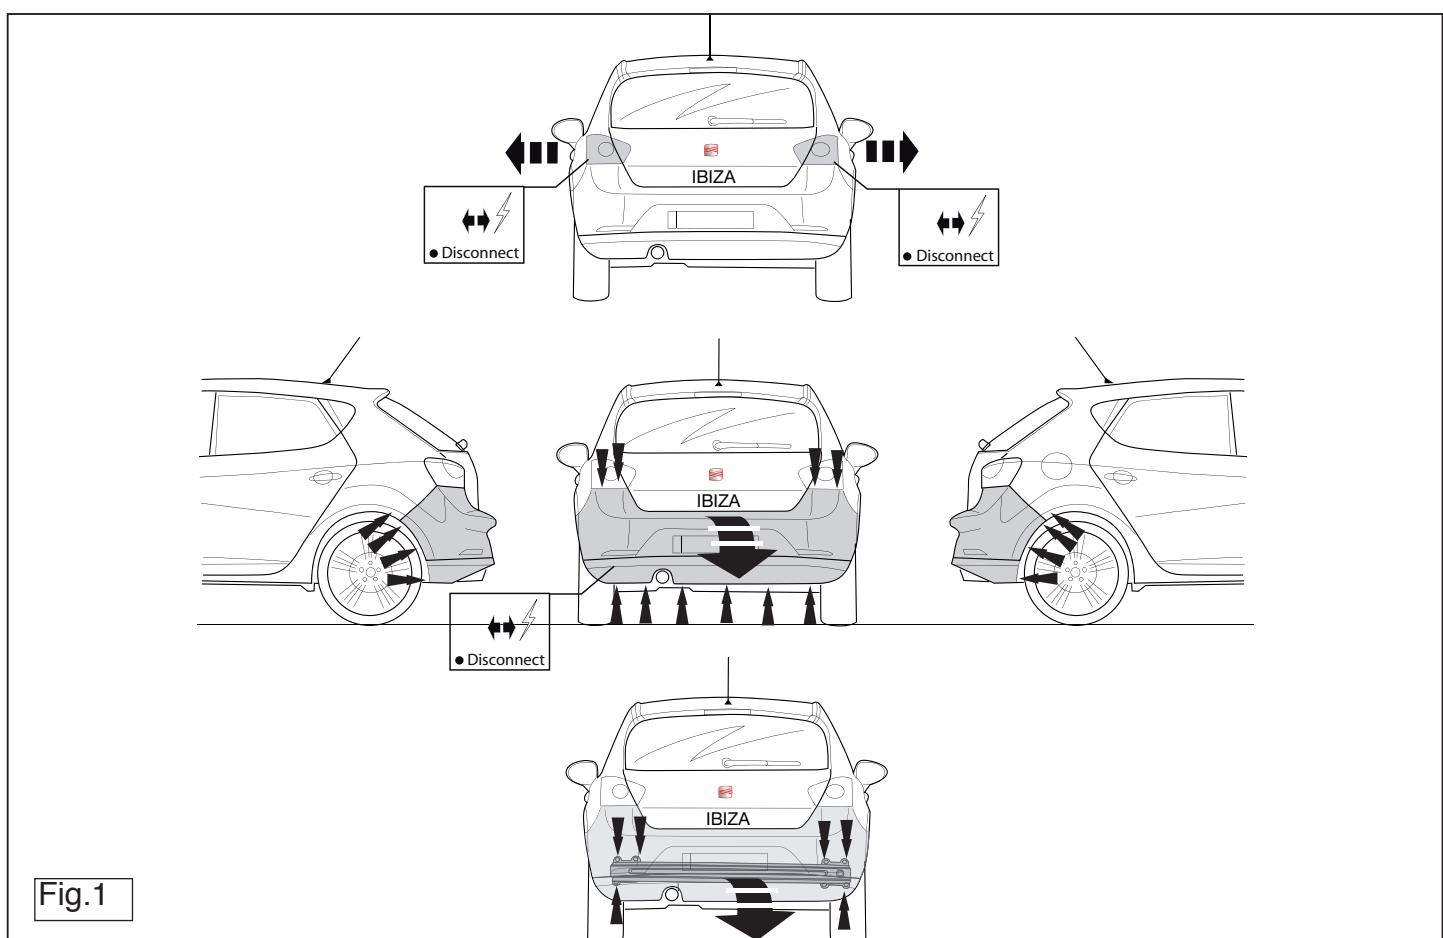

Fig.1
2. Die Stoßstange einschließlich des stählernen Stoßbalkens vom Fahrzeug abmontieren. Der Stoßbalken wird nicht mehr benötigt. Die muttern monteren (siehe Fig. 1).
2. Déposer le pare-chocs du véhicule y compris la traverse en acier la traverse ne sera plus utilisée. Remettre les boulons de fixations en place (voir la fig. 1).
2. Снять бампер вместе со стальным буферным бруском автомобиля буферный брус больше не понадобится. Поставить гайки на место (См. рисунок 1).
2. Desmontar el parachoques inclusive el tope de acero del vehículo, el tope no se vuelve a utilizar. Volver a colocar tornillos (véase la fig. 1).